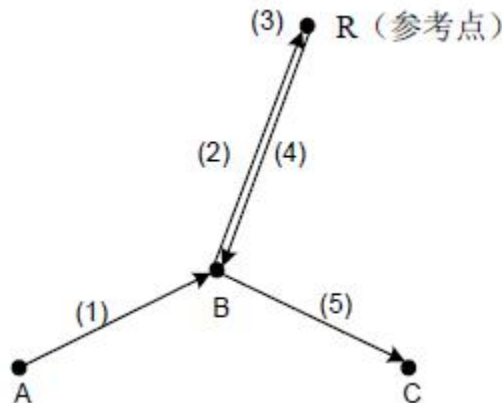

图3-3-1-1
1、G28 程序段的动作可分解成如下（参见图 3-3-1-1）: